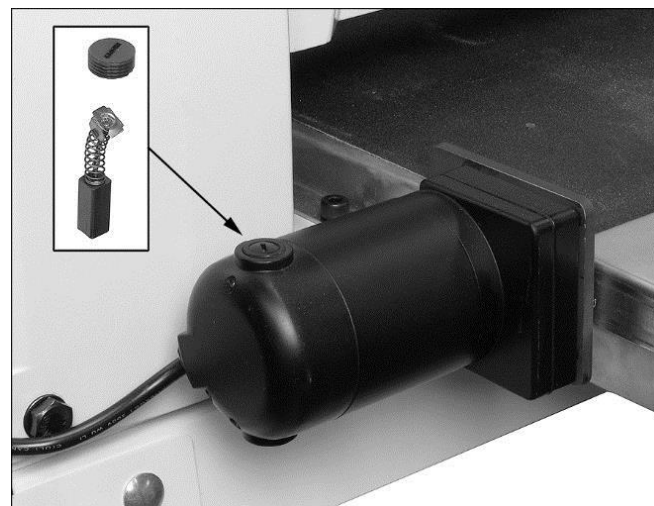

Рис. 10-4
- Отвинтите и снимите крышку при помощи шлицевой отвертки. См. рис. 10-4.